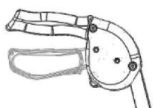

Fig. 5 (stato sbloccato)
- Tirare le maniglie dei freni verso l'alto finché non si sbloccano come mostrato in Fig. 5.